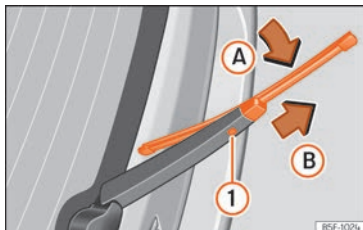

Abb. 162 Scheibenwischerblatt der Heckscheibe auswechseln.
- Das Wischerblatt leicht drehen »» (Abb. 162) (Pfeil A).
- Die Entriegelungstaste ① gedrückt halten und gleichzeitig das Scheibenwischerblatt in Pfeilrichtung B abziehen.
- Neues Heckscheibenwischerblatt **gleicher Länge und Ausführung** entgegen der Pfeilrichtung B auf den Scheibenwischerarm schieben, bis der Mechanismus ① einrastet.